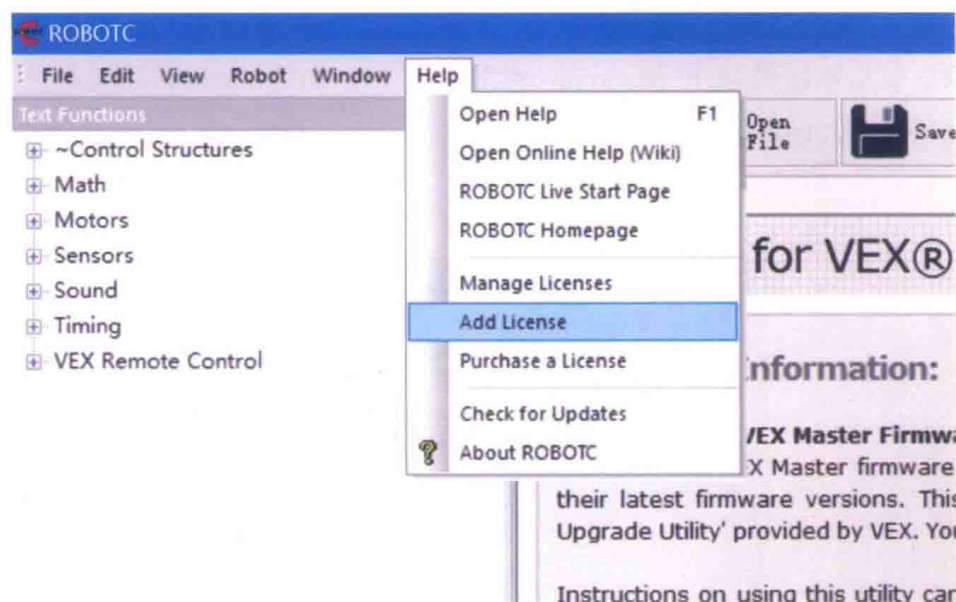

图 1-14
(11) 进入软件之后, 先选择 Help/Add License 命令, 进行证书选择, 如图 1-14 所示。